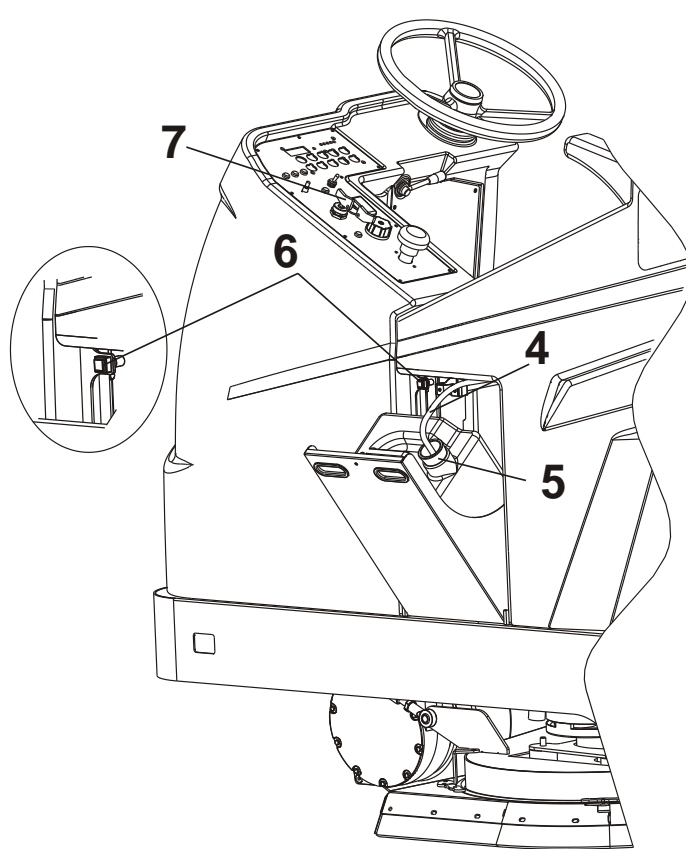

FIG.2
- Cuando se haya insertado el bidón, remover el tapón pos. 3 y meter el tubo pos. 4. Asegurarse de que el filtro llegue hasta el fondo para poder utilizar todo el detergente.
- Bloquear el tubo pos.4 gracias al cono pos.5 insertándolo con presión en el bidón (FIG.2).